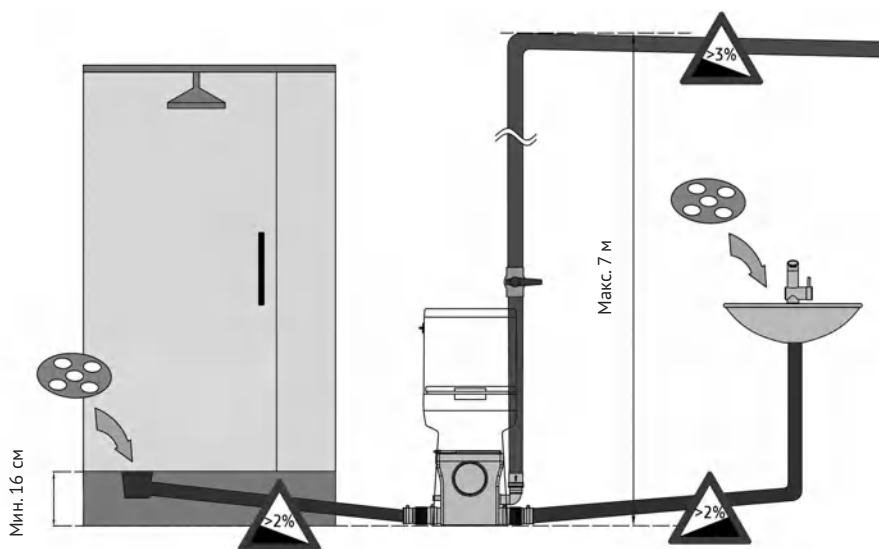

Рисунок 5 – подключение сантехнических приборов и напорного трубопровода к КНС
Диаметр канализационных труб, использующихся для отвода стоков от сантехнических приборов, должен быть не менее диаметра боковых входов (40 мм). Горизонтальные участки труб в сторону насосной станции должны иметь уклон не менее 2 %. При присоединении к станции душевой кабины, расстояние от сливного отверстия поддона кабины до поверхности, на которой установлена станция, должно быть не менее 16 см (см. рисунок 5).
Рекомендуется выполнять соединения на трубопроводе неразъемными, чтобы повысить надежность системы. Важно также предусмотреть шаровой запорный кран на напорном трубопроводе, чтобы упростить процесс обслуживания и демонтажа КНС (см. рисунок 5).
- горизонтальные участки должны иметь уклон не менее 2 %, т.е. на каждый метр по горизонтали труба поднимается на 2 см по вертикали (см. рисунок 5);